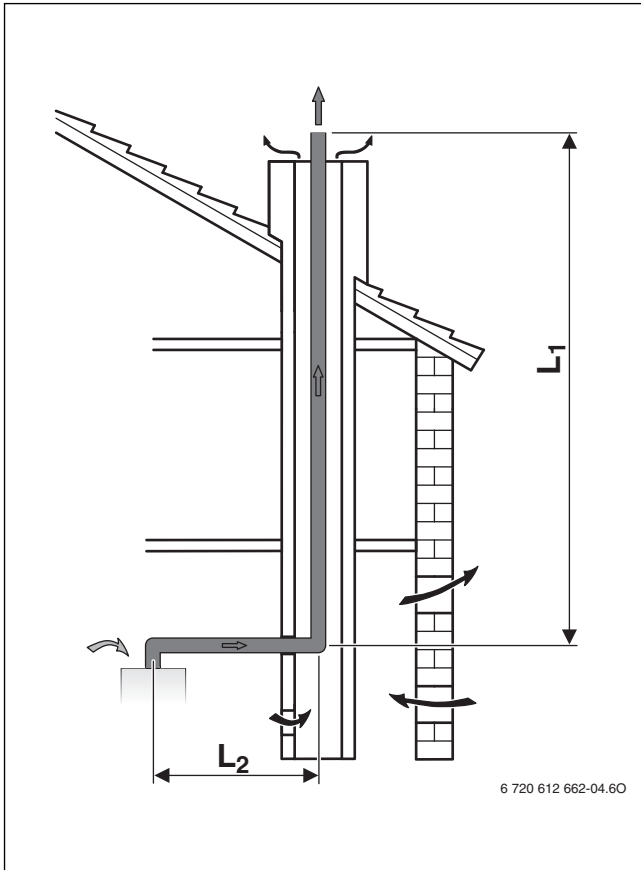

Рис. 7 Дымовая труба в шахте по B_{23}
- Если труба отвода дымовых газов проложена в вентилируемой шахте (→ рис. 7, 8 и 10), то чистка шахты не требуется.